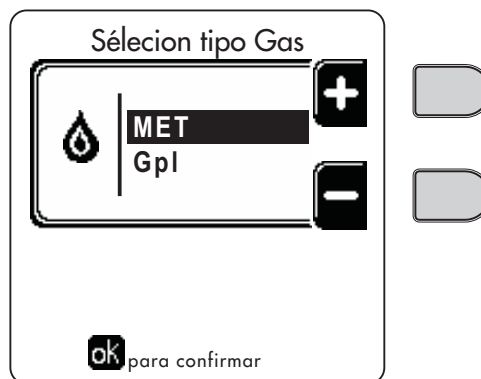

fig. 85- Selección del tipo de gas
11. Modifique el parámetro correspondiente al tipo de gas como se indica a continuación. Abra la pantalla ilustrada en la fig. 85 con la ruta "MENÚ USUARIO ➡ Mantenimiento ➡ Modo Test ➡ Selección del tipo de gas". Pulse las teclas contextuales 1 y 2 para elegir el tipo de gas. Confirme con el botón OK.